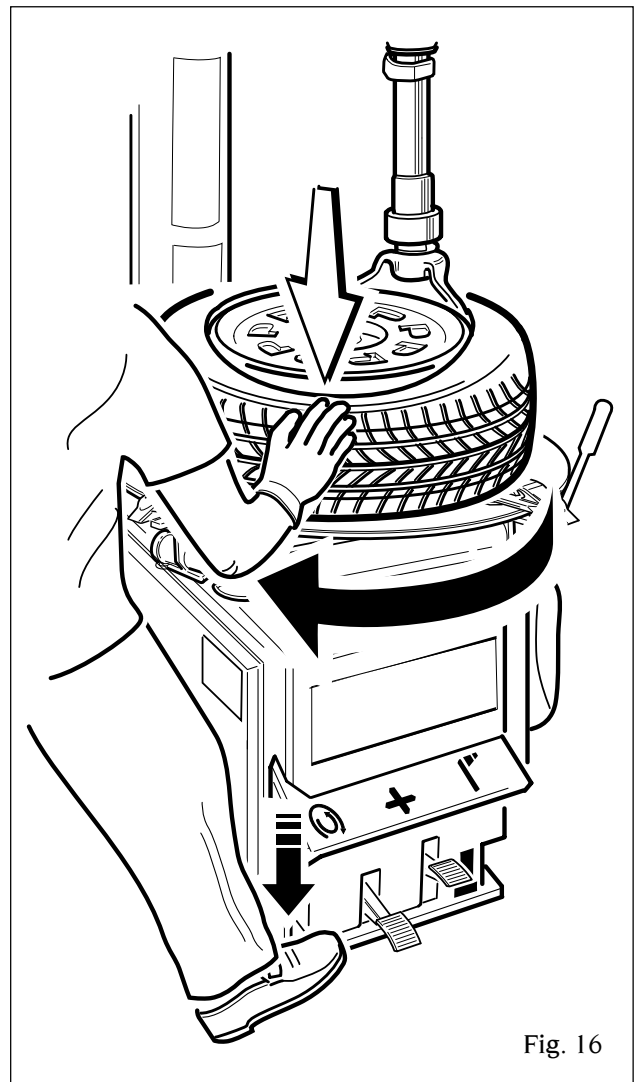

Fig. 16
- ❑ Quand le talon inférieur est complètement monté, répéter les mêmes opérations pour le talon supérieur (Fig. 16).